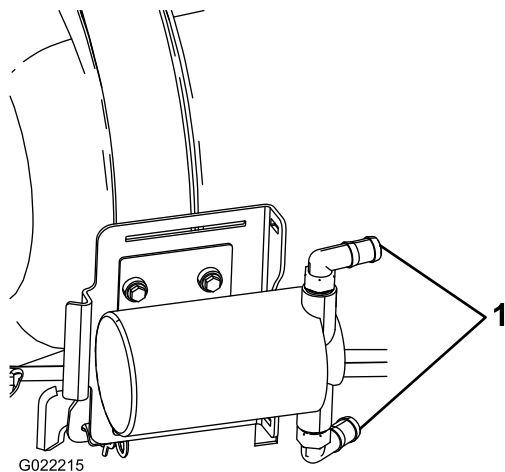

Figura 10
5. Conecte los conectores de manguera de la bomba según se muestra en Figura 10.